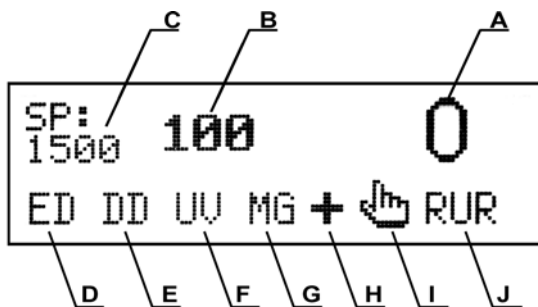

Рис. 3
На дисплее оператора (См. рис.3) отобразится следующая информация:
**2 "CUR"** Клавиша выбора валюты: RUR, USD, EURO, “ валюта не выбрана”. При каждом нажатии на клавишу “CUR” происходит смена валюты. Текущий тип валюты отображается на дисплее оператора (см. рис. 3-J), при этом пустое окошко без обозначения валюты означает, что валюта не выбрана.
**3 "CF"** Клавиша переключения режимов детекций. При нажатии на клавишу "CF" происходит включение следующей детекции. Детекции расположены в следующем порядке "ED,DD,UV,MG,IR" (см. рис.3-D, 3-E, 3-F, 3-G соответственно). Если для данной модели счетчика уже выставлены все детекции, то при нажатии на клавишу "CF" все детекции отключаются.
**5 "CLR"** Клавиша обнуления значения фасовки. При нажатии на данную клавишу происходит обнуление значения фасовки (см. рис. 3-B) и выход из пакетного режима.
**6 "ADD"** Клавиша включения и отключения режима суммирования. При нажатии на данную клавишу включается режим суммирования (при этом горит значок (см. рис. 3-H). Повторное нажатие этой клавиши отключает режим суммирования.
**7 "MUL"** Клавиша выбора автоматического или ручного режима старта пересчета. При ручном режиме (горит значок см. рис. 3-I), для начала подсчета очередной пачки банкнот необходимо нажимать клавишу "START/STOP". При автоматическом режиме счет начинается автоматически, после того как Вы положили банкноты в подающий карман.
**8 Цифровые клавиши** используются для ввода числовых значений фасовки (см. рис. 3-B) при пакетном режиме счета (отсчет определенного количества банкнот). Нажатием на любую клавишу (0-9) автоматически происходит вход в пакетный режим.
**10 "SP"** Клавиша переключения скоростей счета 800/1000/1200/1500 банкнот в минуту. Каждое нажатие клавиши "SP" приводит к изменению скорости пересчета. Текущее значение скорости отображается на дисплее оператора (см. рис. 3-C).
Данная детекция предназначена для проверки оптической плотности банкнот и контроля непрохождения сдвоенных банкнот. Следует учитывать, что в одной пачке могут оказаться как новые, так и изношенные, замасленные, старые банкноты, которые отличаются по плотности от новых. При установке высокого уровня чувствительности счетчик может срабатывать на эти банкноты и выдавать ошибку. По умолчанию детекция по оптической плотности включена для всех моделей счетчиков. Для включения (выключения) необходимо добиться с помощью клавиши "CF" присутствия (отсутствия) надписи "ED" (см. рис. 3-D) на дисплее оператора.
чувствительности DD=3) по сравнению с остальными банкнотами, происходит остановка счета и банкнота находится сверху в приемном кармане1. Например, если в пачку банкнот достоинством 1000 рублей попала банкнота достоинством в 10 рублей, счетчик остановит пересчет и покажет ошибку, потому что ширина 1000 рублевой и 10 рублевой банкноты отличается на 4мм1. По умолчанию детекция включена для всех моделей счетчиков. Для включения (выключения) необходимо добиться с помощью клавиши "CF" присутствия (отсутствия) надписи "DD" (см. рис. 3-Е) на дисплее оператора.
Предназначен для проверки различных видов валют и всех типов банкнот. Счетчик автоматически проверяет уровень ультрафиолетового отражения банкнот. Если этот уровень неправильный, счетчик останавливает пересчет и высвечивается ошибка. При этом подозрительная банкнота находится сверху в приемном кармане. При обнаружении такой банкноты необходимо исследовать эту банкноту на подлинность. Помните, что и подлинные банкноты, случайно попавшие под воздействие агрессивных сред, могут иметь неправильный уровень ультрафиолетового отражения. Для включения (выключения) необходимо добиться с помощью клавиши "CF" присутствия (отсутствия) надписи "UV" (см. рис. 3-F) на дисплее оператора.
Предназначен для проверки Российских рублей (за исключением банкнот достоинством 5 и 10 рублей), EURO, USD. Счетчик автоматически проверяет наличие магнитных меток на банкноте. Если магнитные метки отсутствуют, счетчик останавливает пересчет и высвечивается ошибка. При этом подозрительная банкнота находится сверху в приемном кармане. При обнаружении такой банкноты необходимо исследовать эту банкноту на подлинность. Для включения (выключения) магнитного детектора необходимо добиться с помощью клавиши "CF" присутствия (отсутствия) надписи "MG" (см. рис. 3-G) на дисплее оператора. Далее с помощью клавиши "CUR" нужно установить соответствующий тип валюты (RUR, EURO, USD). Перед началом пересчета необходимо выровнять пачку банкнот по середине с помощью направляющих банкнот (см. рис.1-4).
- На дисплее (См. Рис. 3-А) будет отображен результат счета